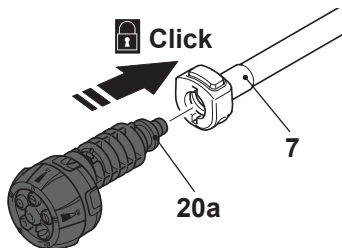

Fig. 4
3. Alinhe as linguetas (20a) do bico 5 em 1 com as ranhuras da porta de conexão da lanca de extensão (7) (Fig. 4).